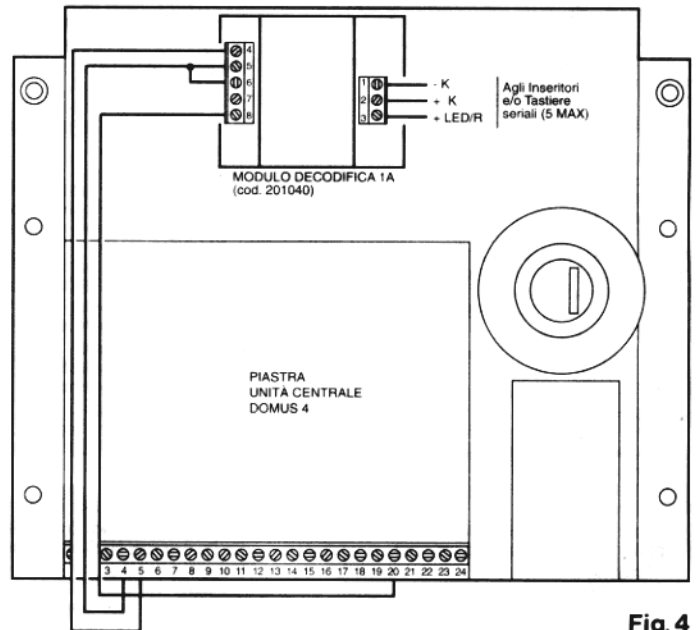

Fig. 4
- 4c) Tramite CHIAVE ELETTRONICA DIGITALE TERVIS:** Applicare il MODULO DECODIFICA (Cod. 201010) alla vaschetta porta-circuito ed effettuare i collegamenti come indicato in fig. 4.